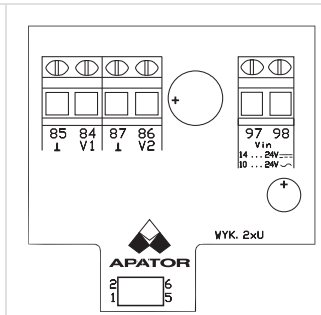

Fig. 29
1. 2 salidas de tensión (Fig. 29):